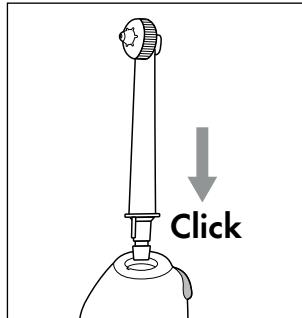

Fig. 2
- Ved daglig brug skal børstehovederne **②** senest udskiftes efter seks måneder.
- Brug kun originale børstehoveder **②**. Oplysninger om bestilling af reserve-børstehoveder **②** findes i kapitlet **Bestilling af reservedele**.
- ◆ Sørg for, at produktet er slukket, før børstehovedet **②** sættes på eller tages af.
- ◆ Sæt et børstehoved **②** på håndstykket **③**. Tryk børstehovedet **②** ind i åbningen, indtil du kan høre, at børstehovedet **②** klikker på plads i håndstykket **③**. Sørg for, at tappen for enden af børstehovedet **②** og det tilhørende udsnit i åbningen på håndstykket **③** sidder korrekt (se fig. 2).